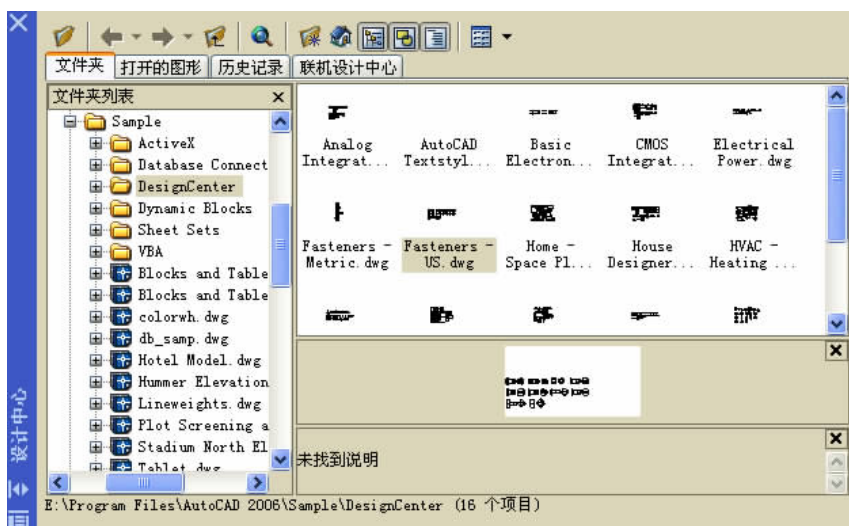

图 9.1 “设计中心”窗口
通过选择“工具”菜单中的“设计中心”,或单击标准工具栏上  图标按钮,或通过命令行输入 adcenter 命令,打开“设计中心”窗口,如图 9.1 所示。
- (5)  搜索 :在计算机或网络上查询图形、图层、样式、线型等内容。
- (6)  收藏夹 :将常用的图形位置放入收藏夹中。
- (7)  主页 :单击该按钮 ,树状图迅速定位在安装目录下 h Sample h DesignCenter。
- (8)  树状图切换 :单击该按钮 ,在图 9.1 和只显示内容区窗口中切换。
- (9)  预览 :单击该按钮 ,在是否显示“预览”窗口中切换。
- (10)  说明 :单击该按钮 ,在是否显示“说明”窗口中切换。
- (11)  视图 :单击该按钮 ,在弹出的菜单中选择内容区显示方式。有四种方式 :大图标、小图标、列表、详细信息。
如图 9.1 所示 ,列出本地和网络驱动器的层次结构。
打开“设计中心”,如图 9.1 所示。
① 单击 AutoCAD 界面上的“新建”图标,在“选择样板”对话框中单击“打开”,创建一个新的图形文件。单击“保存”图标,在“图形另存为”对话框中,选择保存位置,输入文件名为“练习九”。
② 单击“设计中心”图标,或单击“工具”菜单下的“设计中心”命令,弹出“设计中心”,如图 9.1 所示。